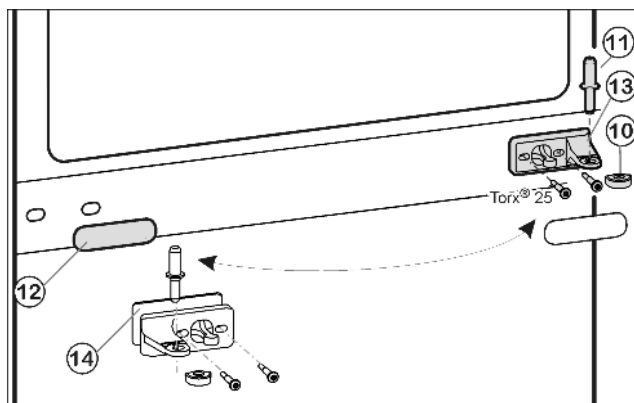
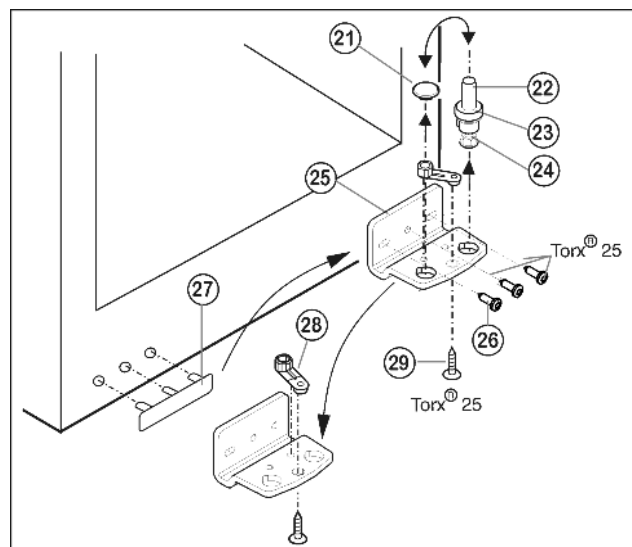

Fig. 7
Fig. 8
- ▶ Вытащите из опорного кронштейна и нижней дверцы средний опорный винт Fig. 7 (11).
- ▶ Снимите пластмассовый колпачок Fig. 7 (10).
- ▶ Открутите средний опорный кронштейн Fig. 7 (13) (2 шт. Torx® 25).
- ▶ Осторожно снимите накладку Fig. 7 (12).
- ▶ Прикрутите средний опорный кронштейн Fig. 7 (13) с подкладкой Fig. 7 (14) с поворотом на 180° на новую сторону шарнира (с моментом 4 Нм).
- ▶ Защелкните накладку Fig. 7 (12), повернув на 180°, на стороне, где теперь будет ручка.
- ▶ Извлеките опорный винт Fig. 8 (22) в комплекте с шайбой Fig. 8 (23) и регулируемой опорой Fig. 8 (24), вытягивая его вверх.
- ▶ Снимите пробку Fig. 8 (21).
- ▶ Открутите Fig. 8 (26) опорный кронштейн Fig. 8 (25).
- ▶ Открутите Fig. 8 (29) опорную деталь Fig. 8 (28) и, переставив в отверстие на противоположной стороне опорного кронштейна, снова прикрутите.
- ▶ Осторожно снимите и переставьте на противоположную сторону крышку со стороны ручки Fig. 8 (27).
- ▶ Снова прикрутите опорный кронштейн Fig. 8 (25) на новой стороне шарнира (с моментом 4 Нм). При необходимости используйте аккумуляторный шуруповерт.
- ▶ Переставьте пробку Fig. 8 (21) в свободное отверстие.
- ▶ Вновь установите опорный винт Fig. 8 (22) в комплекте с шайбой и регулируемой опорой. При этом фиксатор должен быть направлен назад.
- Установите нижнюю дверцу сверху на нижний опорный винт Fig. 8 (22).
- Снова наденьте пластмассовый колпачок Fig. 7 (10) на средний опорный кронштейн Fig. 7 (13).
- Вставьте средний опорный винт Fig. 7 (11) на новой стороне шарнира через средний опорный кронштейн Fig. 7 (13) в нижнюю дверцу.
- Установите верхнюю дверцу на средний опорный винт Fig. 7 (11).
- При необходимости выравнивайте дверцы через два продольных паза в нижнем опорном кронштейне Fig. 8 (25) и среднем опорном кронштейне Fig. 7 (13) параллельно корпусу устройства. Для этого выкрутите средний винт на нижнем опорном кронштейне Fig. 8 (25).